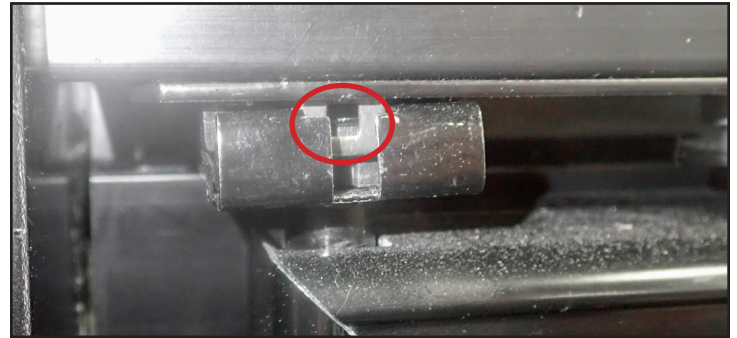

Fig. 11. Clip de charnière dans la charnière supérieure de la porte.
- b. Insérez le clip de maintien de la charnière comprimé sous le clip de la charnière dans la charnière supérieure de la porte. Voir les fig. 11 et 12.